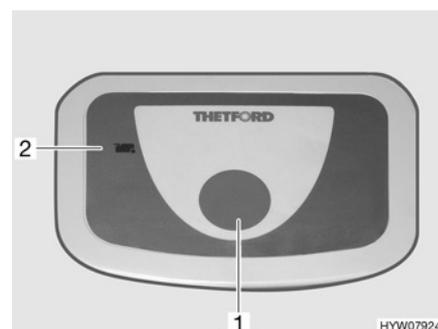

Fig. 115 Botón del inodoro/luz de control (inodoro Thetford)
- Para lavar, pulsar el botón del inodoro azul (Fig. 115,1).
La luz de control (Fig. 115,2) se enciende cuando es necesario vaciar el depósito de aguas fecales.